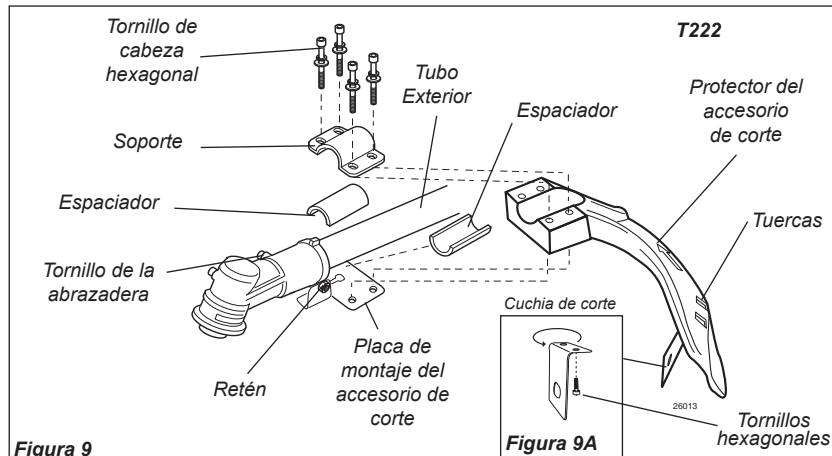

Figura 9
1. Inserte el protector del accesorio de corte entre el tubo exterior y la placa de montaje. Consulte la figura 9.
2. Coloque los dos espaciadores y el soporte sobre el tubo exterior e instale sin ajustar los cuatro tornillos de cabeza allen y apriete los cuatro tornillos. Consulte la figura 9.
1. Instale el protector y abrazadera como se demuestra en la figura 9.
2. Alinee el agujero con el tubo externo con el localizador en la tapa; instale los dos (2) tornillos con la mano.